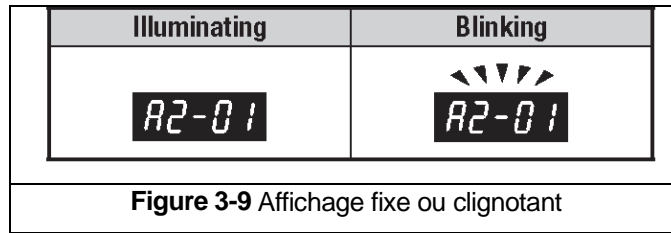

Figure 3-9 Affichage fixe ou clignotant
3.6.6 Pendant le fonctionnement, les données seront affichées de manière fixe ou clignotantes, comme illustré à la **figure 3-9**.